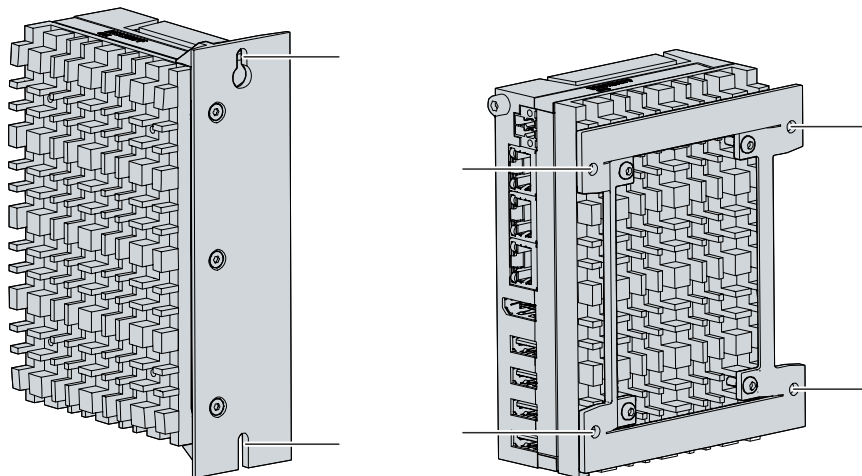

Abb. 14: Schaltschrankeinbau Montageplatten
2. Hängen Sie den PC an den gekennzeichneten Stellen der Montageplatte (siehe Abb.14) auf die Schrauben.